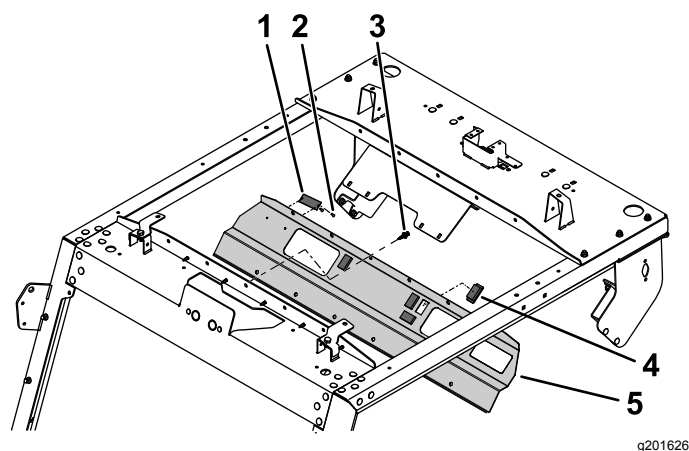

Figure 9
1. Insérez les 4 obturbateurs dans les trous du panneau de commande (Figure 9).
2. Fixez la plaque du numéro de série sur le panneau de commande avec 2 rivets aveugles (Figure 9).
3. Placez les trous de montage du panneau de commande en face des trous du support de toit avant (Figure 9).
4. Fixez le panneau avant au support de toit avant en insérant 12 rivets en plastique dans les trous correspondants et en enfonçant le poussoir de chaque rivet en plastique pour les sécuriser (Figure 9).